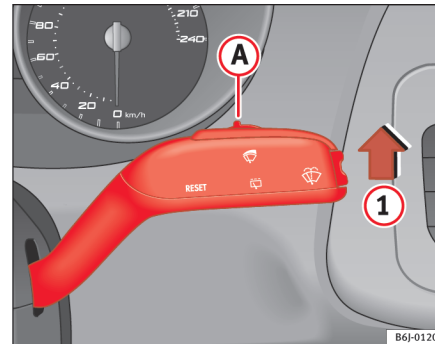

Fig. 60 Levier d'essuie-glace
- Amenez le levier des essuie-glaces en position **1** ⇒ fig. 60.